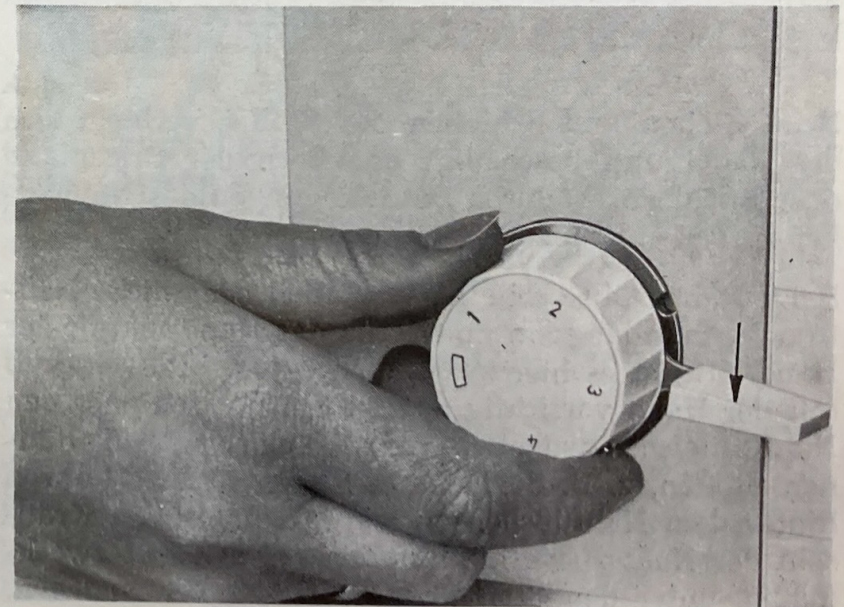

Abb. 14
13. Das Einstellen der Stichlänge (Abb. 14)
26 bis zum Anschlag herunter (Abb. 14). Stellen Sie lange Nähte niemals mit dem Rückwärtsstich her. Der Rückwärtsstich soll nur zum Verfestigen der Naht verwendet werden, d. h., um das Nahtende gegen Aufgehen zu sichern.